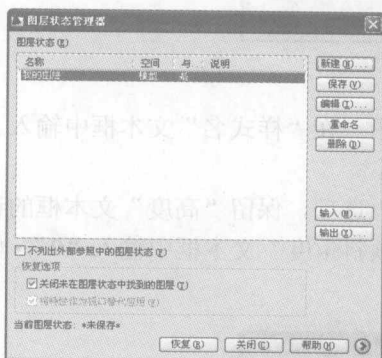

图 1-10 “图层状态管理器”对话框
3) 在“新图层状态名”文本框中输入图层状态的名字“我的图层”，在“说明”文本框中输入说明文字“自定义图层”，单击“确定”按钮，回到“图层状态管理器”对话框，对话框中原先呈灰色的按钮全部亮显，如图 1-10 所示。